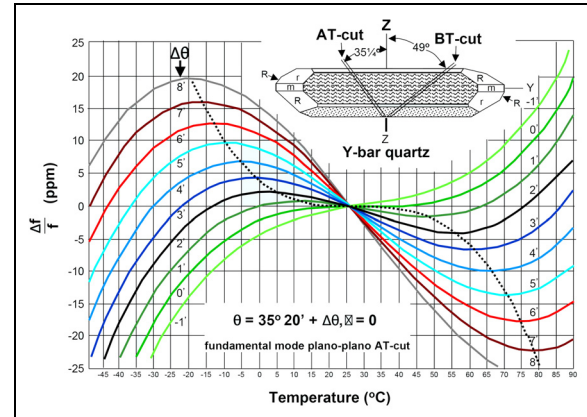

图 4： AT 切型晶振的温度特性
- **温度漂移：**以标称条件下的频率为参考，频率会随特定的温度曲线漂移。温度曲线可以使用一个三阶多项式方程进行建模，并且通常将晶振设计为在特定温度范围内最大程度减少漂移（见图 4）。建议选择指定温度范围与晶体振荡器电路的外露温度相同的晶振。两个最常见的温度范围是工业级（ -40°C 至 $+85^{\circ}\text{C}$ ）和商业级（ 0°C 至 $+70^{\circ}\text{C}$ ）温度范围。较宽的工业级温度范围会导致更大的漂移值，或者很难满足某些漂移要求。对于工业级温度范围，小于 ± 20 ppm 的漂移被视为“困难”，但使用商业级温度范围要达到相同的数值则相对容易。对于商业级温度范围，小于 ± 10 ppm 的漂移被视为“困难”。